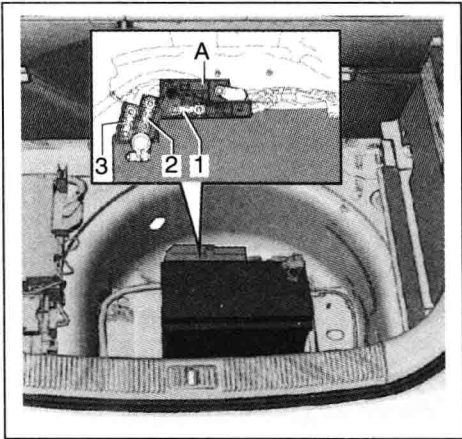

图 1-3 熔断器架 A(SA)
A (SA) 是指蓄电池断路引爆装置 N253，安装位置如图 1-3 所示。